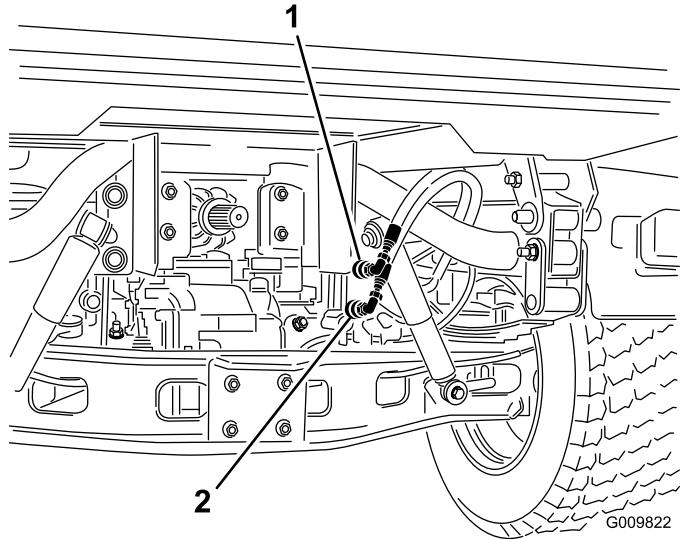

Figura 74
- En ambas máquinas, desconecte las dos mangueras de acoplamiento rápido de las mangueras que están conectadas al soporte de acoplamiento (Figura 74).